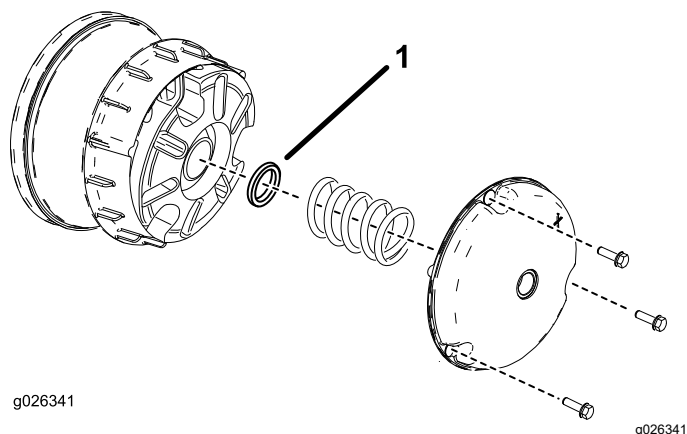

Figura 59
- Rimuovete i bulloni che fissano il carter della frizione principale come illustrato in Figura 59.